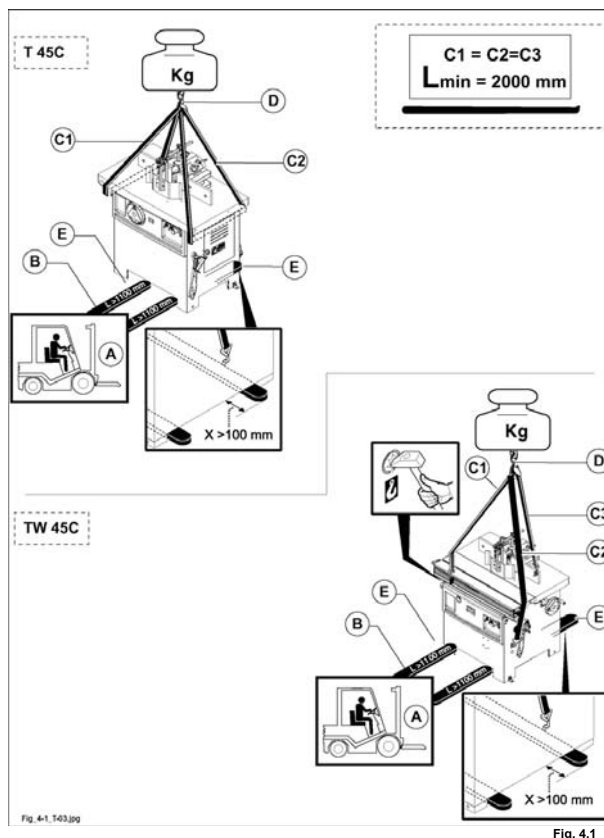

Fig. 4.1
- predisporre le cinghie (C fig. 4.1) di ugual lunghezza e portata adeguata (lunghezza minima cinghie 2000 mm);
- agganciare le cinghie al carro ponte (D fig. 4.1) di portata adeguata;
- procedere all'assestamento delle cinghie (C fig. 4.1), muovendo il carro ponte con brevi spostamenti fino al raggiungimento della condizione di stabilità ottimale;
- predisporre un carrello elevatore (A fig. 4.1) di portata adeguata;
- inserire le forche (B fig. 4.1) come da figura (tenendole accostate ai due piedi (E fig. 4.1) e verificare che queste fuoriescano di almeno 15 cm dalla parte posteriore del basamento.